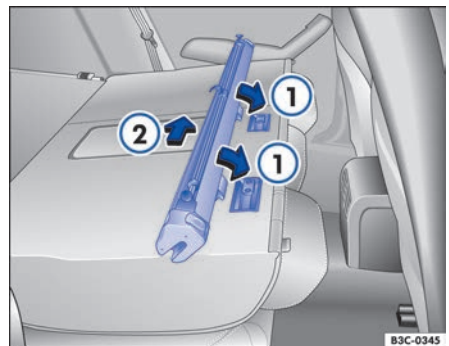

Fig. 128 Montar la red de separación en los respaldos del asiento trasero.
- Coloque la carcasa de la red en los rebajes de las guías de sujeción → fig. 128 ⓘ.
- Empuje la carcasa de la red hacia el lado izquierdo del vehículo, hasta el tope → fig. 128 ⓘ.
- Empuje la carcasa de la red aprox. 5 cm en el sentido contrario al de la flecha → fig. 128 ⓘ.
- Extraiga la carcasa de la red fuera de las guías de sujeción → fig. 128 ⓘ.